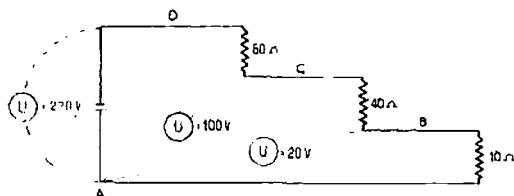

Fig. 33. — Căderea de tensiune într'un circuit electric
19. Căderea de tensiune. Să montăm circuitul arătat în fig. 33 compus dintr'o sursă de curent și trei rezistențe de 60, 40. și 10 Ω , parcurs de un curent având intensitatea de 2 A. Cu ajutorul unui voltmetru să măsurăm tensiunea menținând o clemă a acestuia la borna A a sursei de curent, iar cealaltă clemă o vom muta în diferite puncte ale circuitului prin care trece curentul.